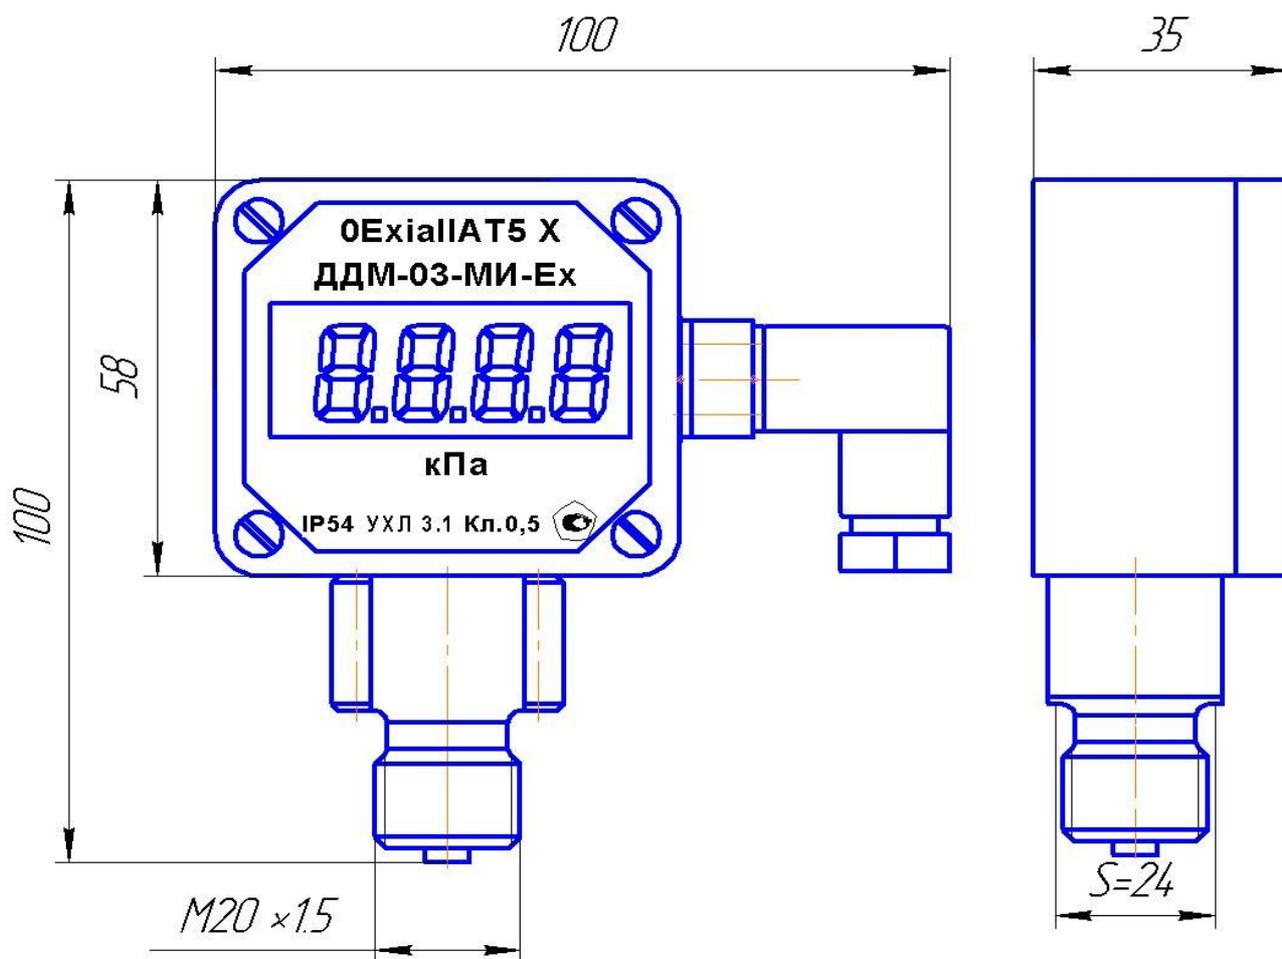

Рис.2 Габаритные и присоединительные размеры датчика ДДМ-03-ДИ(ДВ,ДИВ,ДА)-МИ; ДДМ-03-ДИ(ДВ,ДИВ,ДА)-МИ-Ех.
- 1.2.14. Габаритные размеры приведены на рис.2, рис 3, рис 4.
1.4.2. Общий вид датчика показан на рис.2, рис 3, рис 4.